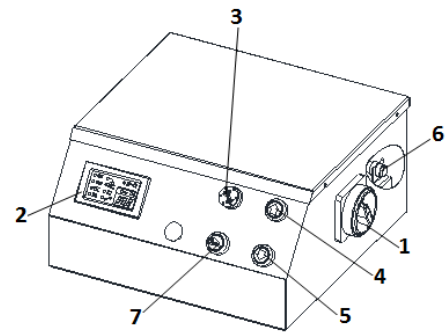

Fig. 6
3. Draai de hoofdstroomschakelaar (1, fig.6) op I (AAN).
5. Druk nu ca. 10 seconden op de HEF-knop (4, fig.6), indien platform 1 niet omhoog gaat, betekent dit dat de fasen verkeerd om zijn aangesloten. Stop dan met heffen en wissel dan twee van de fasedraden in de stekker met elkaar van plek.
6. Hef platform 1 door tegelijkertijd op de HEF-knop (4, fig.6) en de PASSEER-knop te drukken tot de P1 helemaal geheven is.
7. Laat platform 1 nu zakken door tegelijkertijd op de ZAK-knop (5, fig.6) en PASSEER-knop te drukken, platform 1 zal nu dalen.
11. Hef platform 2 door tegelijkertijd op de HEF-knop (4, fig.6) en de PASSEER-knop te drukken tot de P2 helemaal geheven is.
12. Laat platform 2 nu zakken door tegelijkertijd op de ZAK-knop (5, fig.6) en PASSEER-knop te drukken, platform 2 zal nu dalen.
15. Druk vervolgens op de VERGRENDEL-knop (7, fig.6).
16. Druk nu op de HEF-knop (4,fig.6) om de platforms uit de vergrendeling te heffen en laat ze vervolgens zakken door op de ZAK-knop (5, fig.6) te drukken.